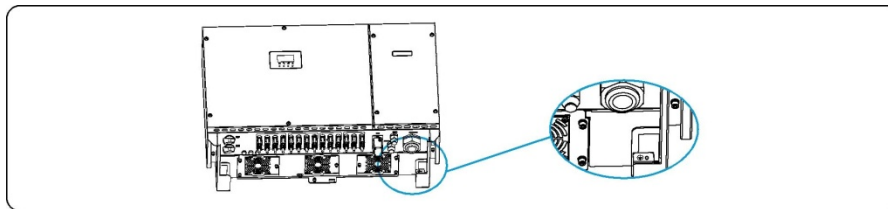

Imagen 5.3 Fijar bien el cable de tierra
Paso 3 Quite los tornillos de las tomas de tierra, asegure el cable de tierra (proceso realizado en los pasos 1 y 2) utilizando los pernos de conexión a tierra y fíjelos con una torsión de 5 N.m utilizando una llave de tubo tal y como se muestra en la imagen 5.3. El cable PE debe estar bien fijado a tierra para asegurar que la impedancia entre el cable neutro y el cable de tierra sea inferior a 10Ω.